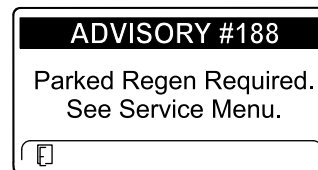

Figura 52
- É necessária regeneração em estacionamento AVISO N.º 188 (Figura 52)